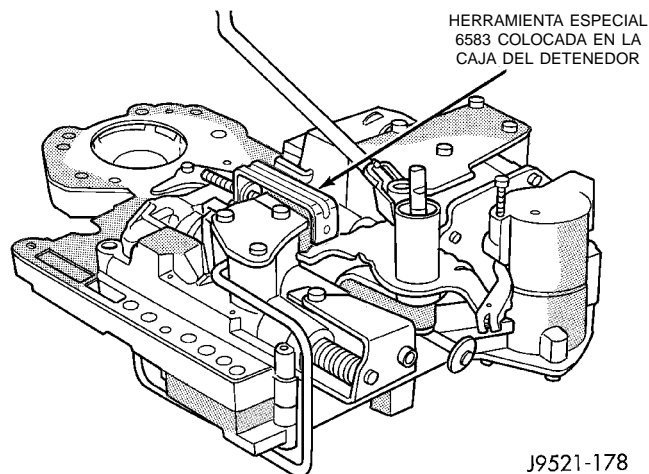

Fig. 54 Bola detenedora y muelle
(15) Asegure la bola detenedora y el muelle con la Herramienta para retenes 6583 (Fig. 54).